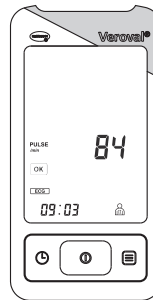

Abb. 1
- Das Veroval® EKG- und Blutdruckmessgerät speichert insgesamt bis zu 64 Messungen EKG (Abb. 1) und/oder Blutdruck (Abb. 2) inkl. Datum und Uhrzeit der Messung je Benutzerspeicher.